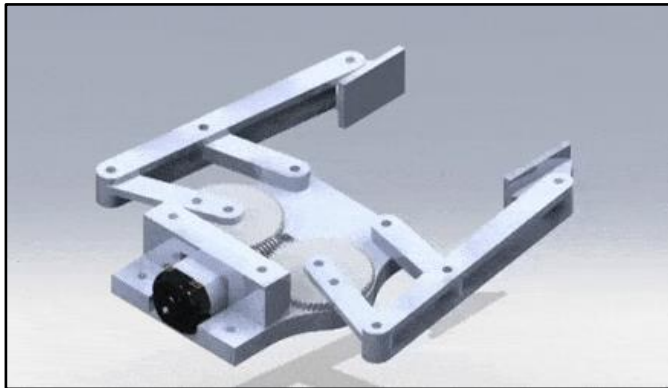

Figure 4.
- **Figure 4:** <https://youtu.be/HMQ4u9UIPSQ>